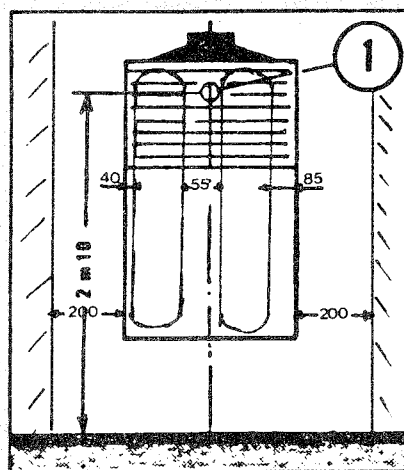

Fig. 4
- de réserver une distance minimale latérale permettant un entretien facile (fig. 4).
Présenter la plaque de raccordement en plaçant le bord inférieur de la plaque sur la ligne horizontale déjà tracée, puis pointer les 3 trous de fixation de la plaque (fig. 4 et 5), d'abord 1, ensuite 2 et 3.